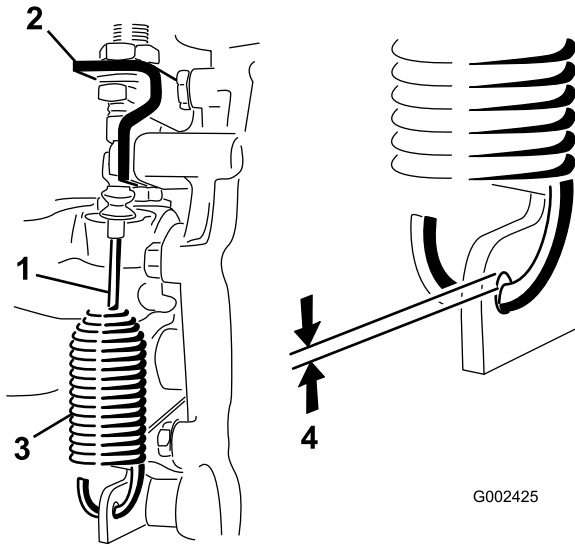

Figura 46
- Alivie as porcas de segurança que fixam o cabo de bloqueio do diferencial ao suporte no conjunto eixo-transmissão (Figura 46).